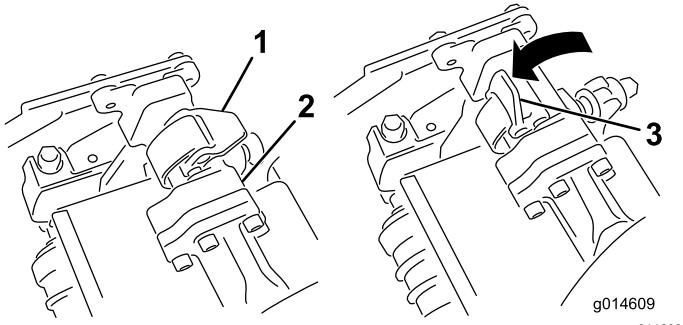
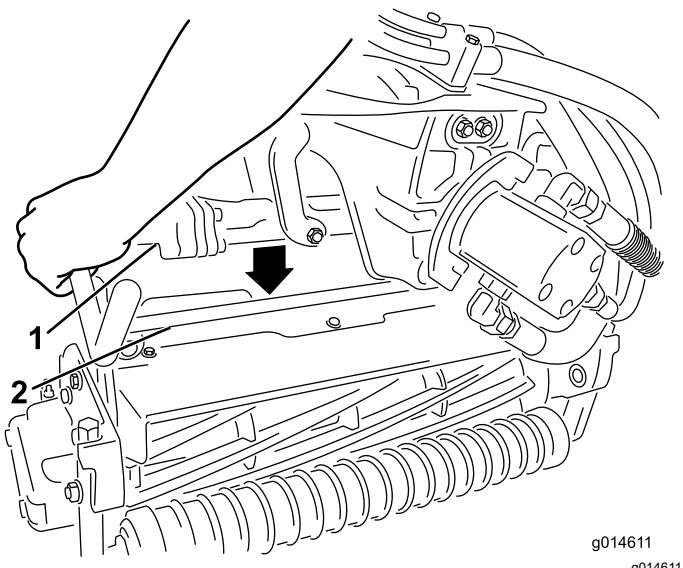

图32
图33
3. 当悬挂臂杆上的闩锁指向上方即打开时图32向下压悬挂臂使悬挂臂杆与滚刀组上方的支架相契合图33。
4. 向下并绕着滚刀组横杆关闭闩锁将它们锁定到位图32。
- 打开您正在拆下的滚刀组悬挂臂上的闩锁 图32。